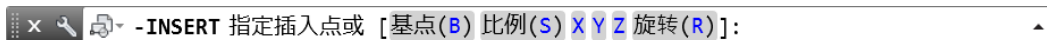

图 9-27 插入块的提示及提示选项
❶ 在功能区“插入”选项卡的“块”面板中单击“插入”按钮，或者在功能区“默认”选项卡的“块”面板中单击“插入”按钮，打开一个块列表框。
❷ 在块列表框中选择要插入的块，则命令窗口的当前命令行出现图 9-27 所示的提示及提示选项。